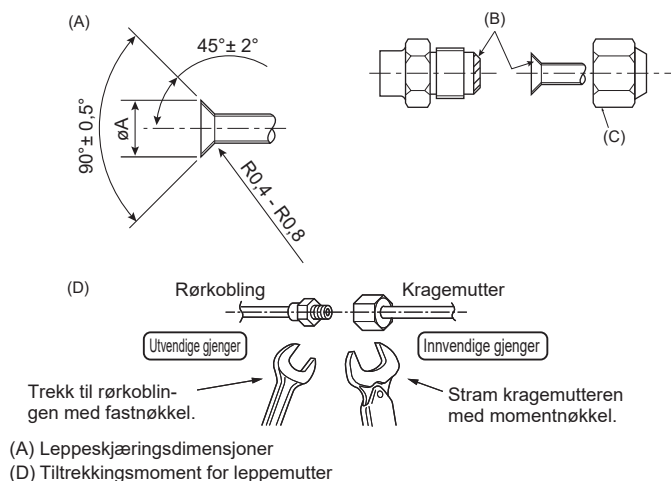

Fig. 4-1
(A) (Fig. 4-1)
(D) (Fig. 4-1)
4.2. Kople til rør (Fig. 4-1)
- Påfør et tynt lag med kjølevæskeolje på rør og skjøtseteflater før du strammer leppemutteren. (A)
- Bruk 2 nøkler til å stramme rørkoplingene. (D)
- Påfør kjølemaskinolje på hele leppeseteflaten. (B)
- Bruk leppemutterne for følgende rørstørrelser. (C)